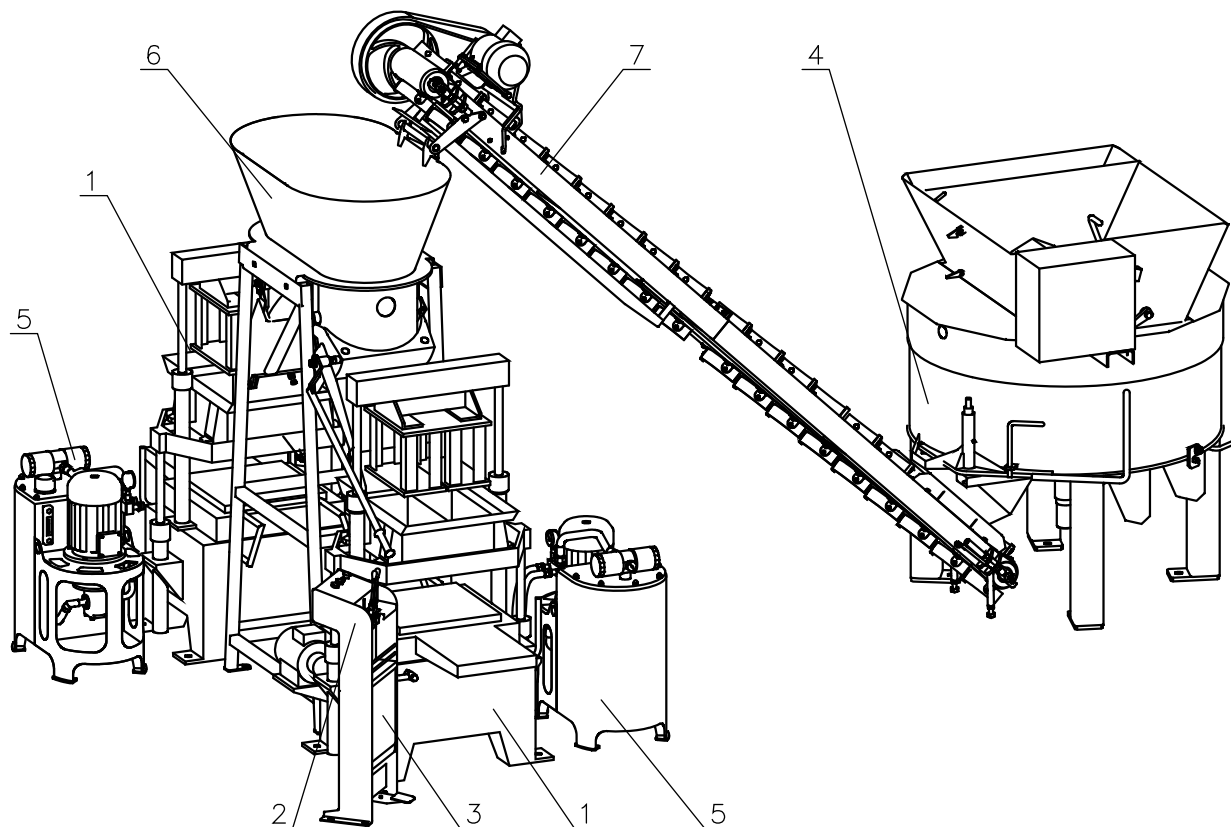

Рис. 1. Общая компоновка установки.
Установка «БИКОНДОР-300-ТБ» (рис.1) состоит из двух вибропрессов 1 с пультами управления 2 и электрошкафами 3, смесителя 4, двух насосных установок 5, бункера 6 и транспортера 7.
3.7. Приставить к транспортеру 7 (рис. 1) смеситель 4, сориентировав выпускную воронку вдоль транспортной ленты между щитками 13 (рис. 11) и выставив зазор между лопатками ленты и нижним срезом воронки 20...40 мм.